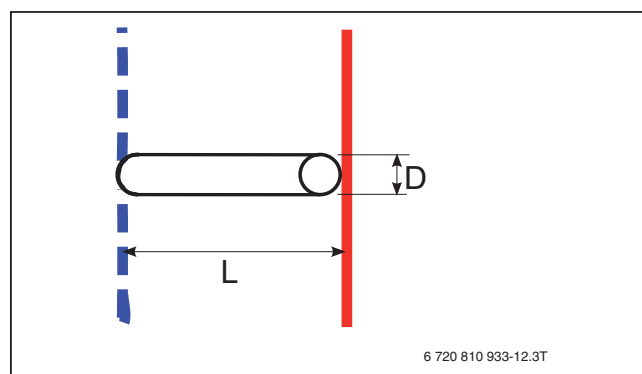
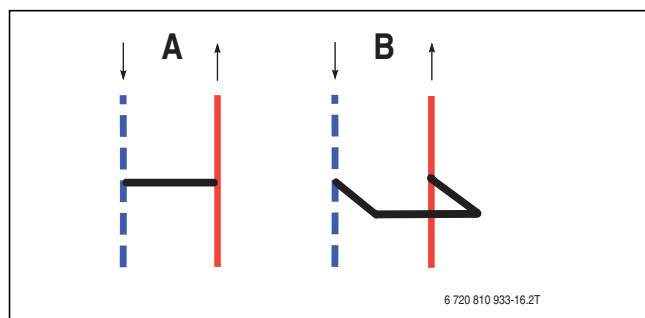

Bild 4 Bypass Detailansicht (→ [1] Abb. 2 und 3)
Bild 5 Bypass
- [1] Bypass (→ Abb. 4) (→ [1] Tab. 8)
([A] → Abb. 5) Minimum By- pass Länge ([L] → Abb. 4)	([B] → Abb. 5) Minimum By- pass Länge ([L] → Abb. 4)